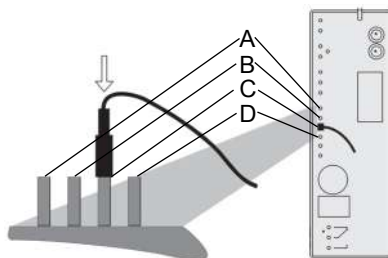

Abb. 3: Zeitsteuerung
3. Auf der Steuerelektronik der Automatik das gewünschte Zeitintervall für den zeitgesteuerten, automatischen Rückspülvorgang wählen. Dazu den Kabelschuh der kurzen Kabellitze auf den Stift mit der Beschriftung aufstecken, die dem gewünschten Zeitintervall entspricht (siehe Abbildung 3).